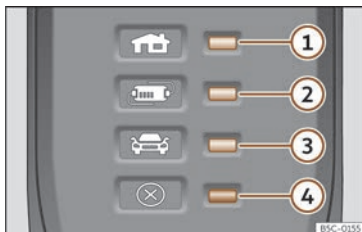

Fig. 213 Al cable de càrrega per a preses de corrent: Indicators of control on the protection device.
El dispositiu electrònic de protecció >>> **fig. 213** fa que el connector de càrrega romangui sense corrent fins que es connecta a la presa de càrrega del vehicle.
Un o diversos indicadors de control >>> **fig. 213** ①, ② o ③ s'il·luminen en verd.
Indicació >>> fig. 213	Significat
>>> **fig. 213:**
Si l'indicador d'avertiment ④ vermell parpelleja o s'encén sense que s'encengui al seu torn de manera permanent un indicador de control»» fig. 213 ①, ② o ③ l'indicador de funcionament, hi ha una avaria.
Indicació »» fig. 213	Significat